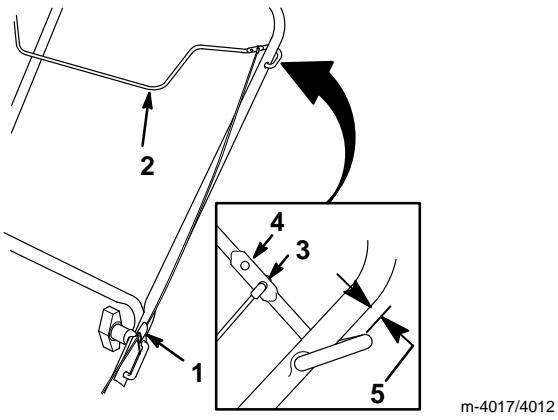

Abbildung 12
1. Das obere Ende des Steuerkabels ins untere Loch im Fahrantriebshebelbügel einhaken (siehe Kasten in Abb. 12).